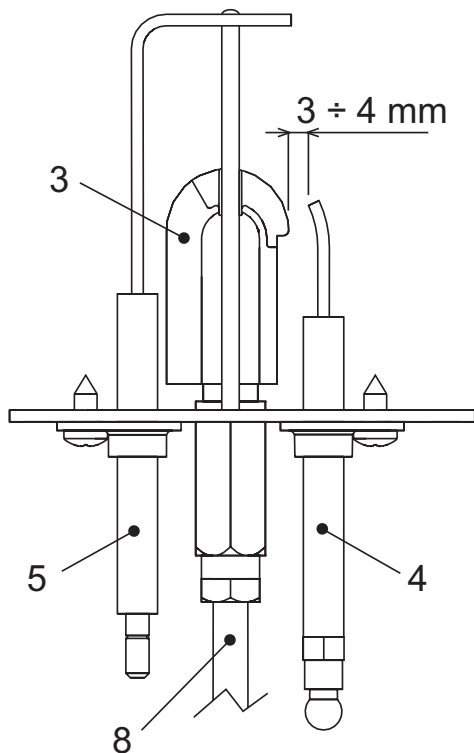

fig. 11 -
- Gli elettrodi devono essere liberi da incrostazioni e correttamente posizionati (vedi fig. 11).
- Controllare che gli elettrodi siano correttamente posizionati e senza incrostazioni (vedere fig. 11).